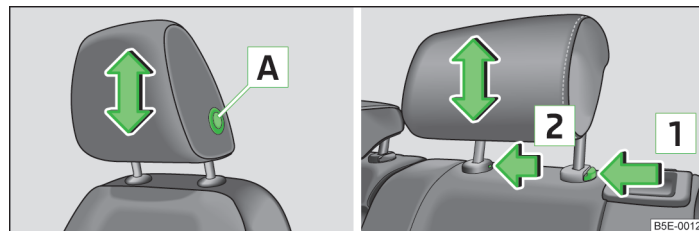

Fig. 49 Poggiatesta: anteriore/posteriore
- Afferrare il **poggiatesta anteriore** lateralmente con le due mani e premere il tasto di sicurezza **A** » fig. 49 e mantenerlo premuto facendo scorrere il poggiatesta.
- Afferrare il **poggiatesta posteriore** lateralmente con le due mani e quindi farlo scorrere verso l'alto » fig. 49.
- Premere il tasto di sicurezza nella direzione **1** » fig. 49 indicata dalla freccia e contemporaneamente, utilizzando un cacciavite piatto con una larghezza max di 5 mm, premere il tasto di sicurezza nell'apertura **2** ed estrarre il poggiatesta.